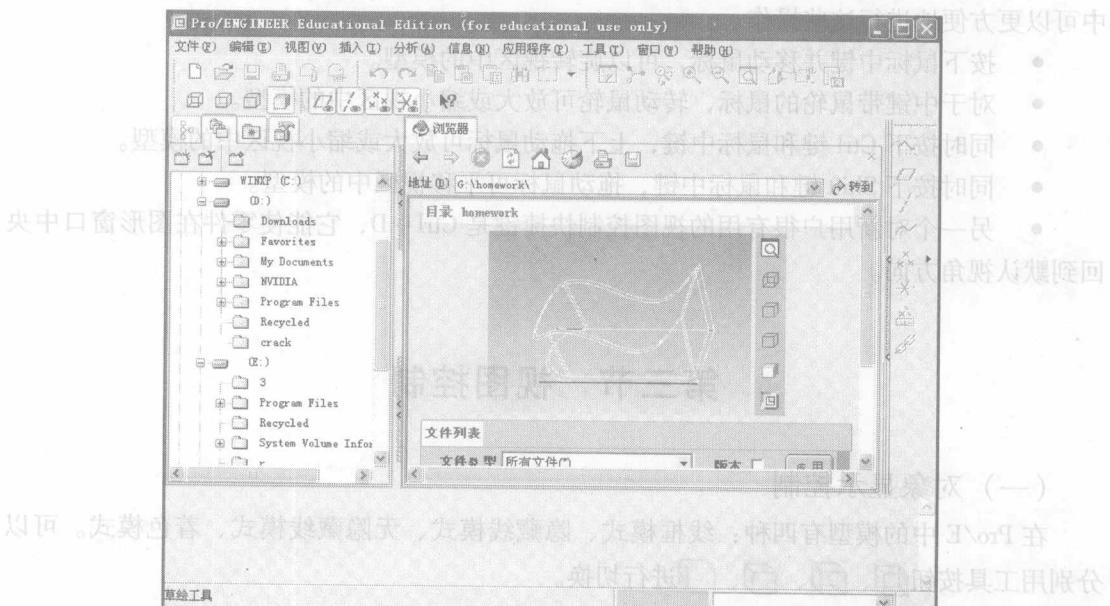

图 1-9 浏览器打开方式
3) 该文件夹中的所有文件即可在浏览器中显示文件列表，如图 1-9 所示，选取某一文件后可在浏览器的预览窗口预览该文件。